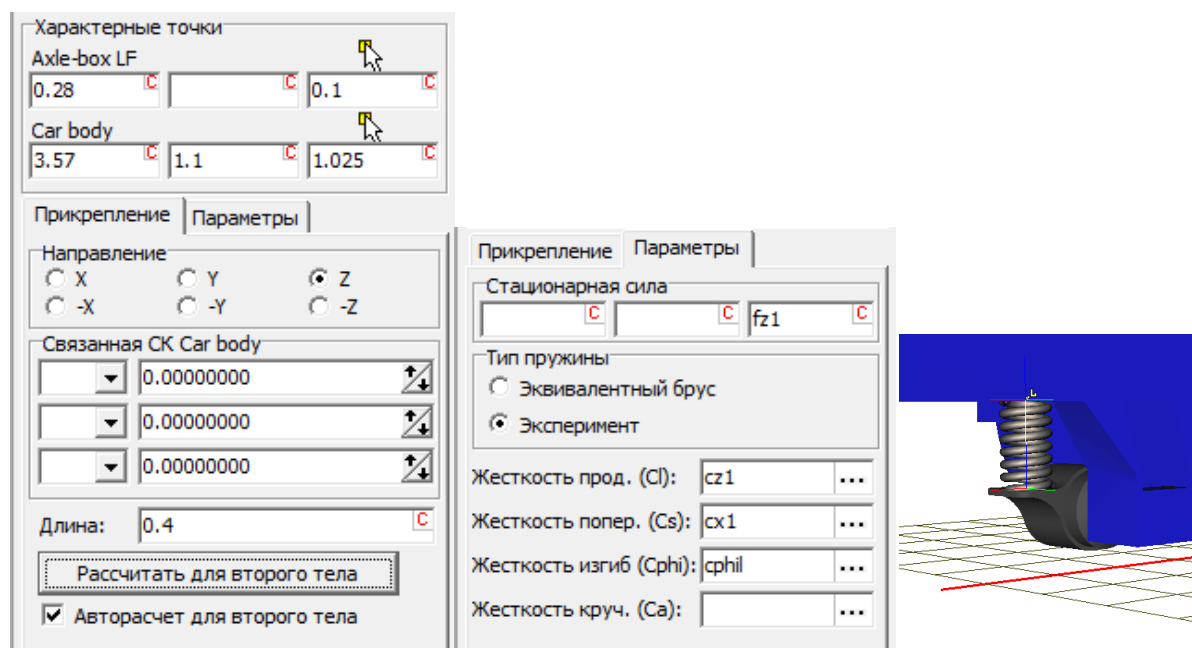

Рис. 2.20. Параметры, определяющие положение пружины и её силовые характеристики
- Включите автоматический расчёт координат точки прикрепления пружины ко второму телу – поле **Авторасчёт для второго тела**, рис. 2.20, слева. В результате пружина займет свое окончательное положение в анимационном окне. Если теперь щёлкнуть на кнопке **Рассчитать для второго тела**, то будут показаны координаты точки при-